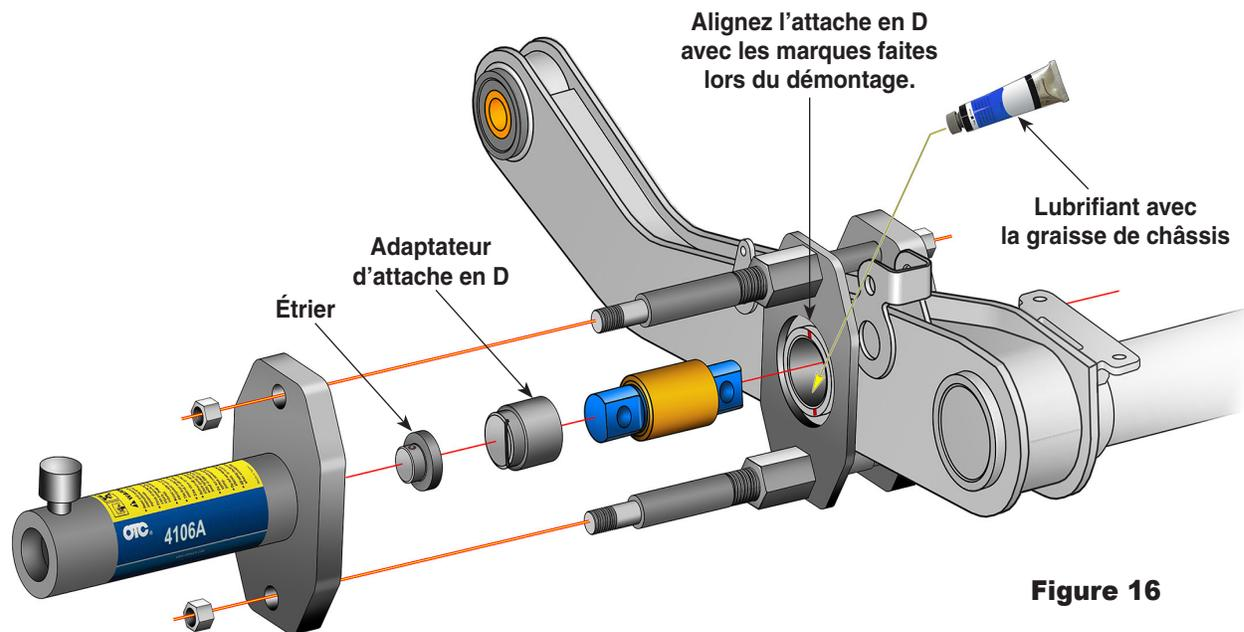

Figure 16
1. Nettoyez et lubrifiez bien l'intégralité de la surface du diamètre intérieur du cylindre et de l'extérieur de la bague. Voir Figure 16.